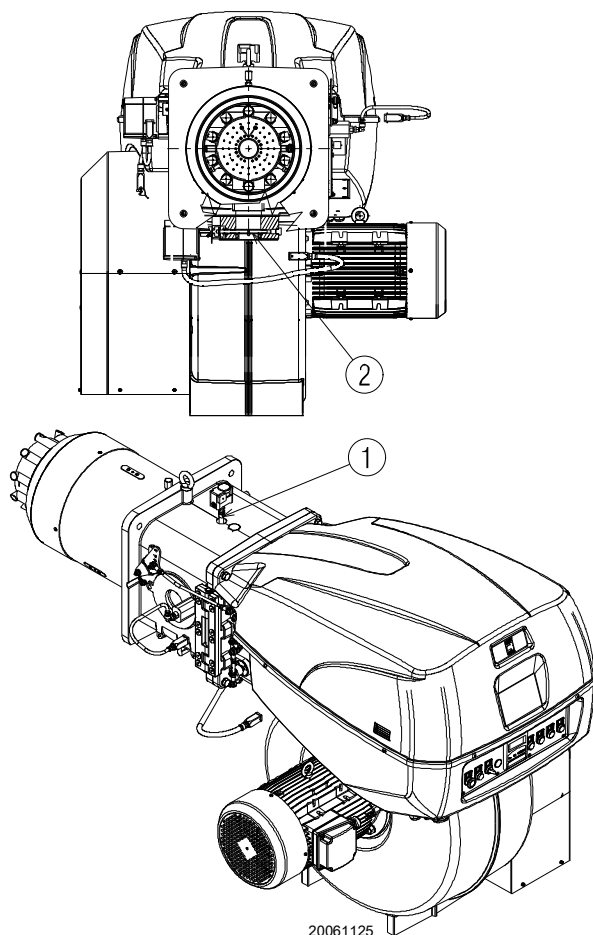

图 19
测试点 1)(图 19) 处测得的燃气压力，此时：
燃气蝶阀 2)(图 19) 处的压力损失，此时蝶阀最大开启角度为：90°。
- 用测试点 1)(图 19) 测得的燃气压力减去炉膛压力。
测试点 1) (图 19) 处燃气压力 = 59.2 mbar
计算测试点 1) (图 19) 处所需燃气压力，将燃烧器以最大出力运行，然后：
- 读出右边栏 1 所示测试点 1) (图 19) 处压力。
测试点 1) (图 19) 处压力。